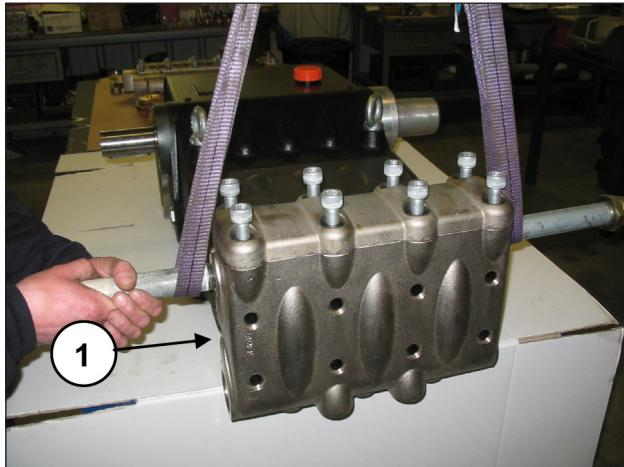
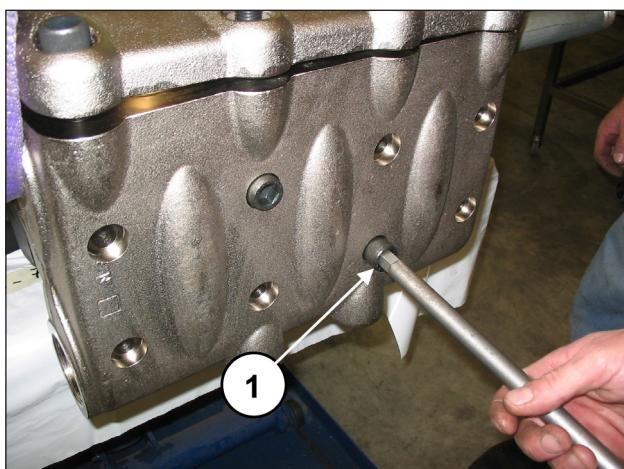

Abb. 134
Abb. 135
Bauen Sie den Kopf auf das Pumpengehäuse an (Pos. ①, Abb. 134) und achten Sie darauf, nicht gegen die Kolben zu stoßen. Ziehen Sie dann die 8 Schrauben M16x150 fest (Pos. ①, Abb. 135).
Ziehen Sie die 8 Schrauben M16x150 von den 4 Innenschrauben ausgehend über Kreuz an (siehe Abb. 135), setzen Sie den Anzug dann mit den 4 Außenschrauben ebenfalls über Kreuz fort